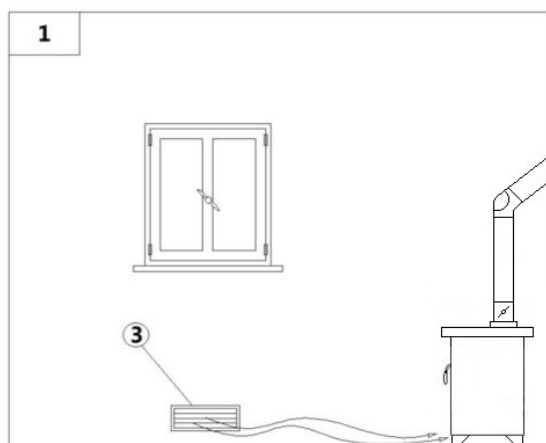
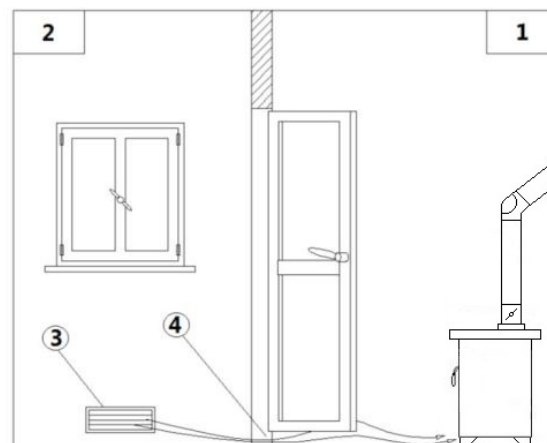

Fig. 6 - Directement depuis l'extérieur
Fig. 7 - Indirectement depuis la pièce adjacente
LÉGENDE Fig. 6 à page 45 | Fig. 7 à page 45
- L'afflux d'air entre l'extérieur et la pièce peut se produire directement, à travers une ouverture dans les murs extérieurs de la pièce (solution conseillée voir **Fig. 6 à page 45** ou indirectement, par aspiration de l'air par des pièces proches de celle à ventiler (voir **Fig. 7 à page 45**).